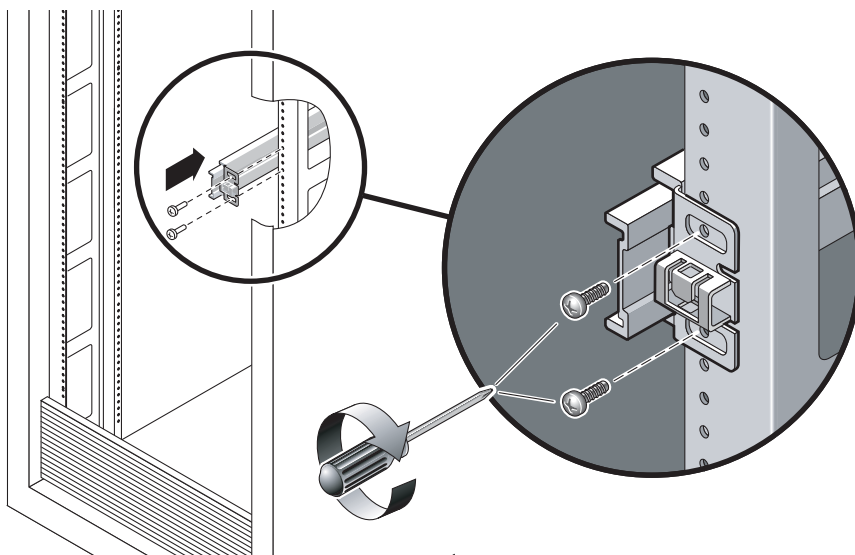

図 3-27 スライドレールの取り付け
- a. 2本のねじを使用して、スライドレールの前面側を前面右側のラックポストに緩く取り付けます (図 3-27)。